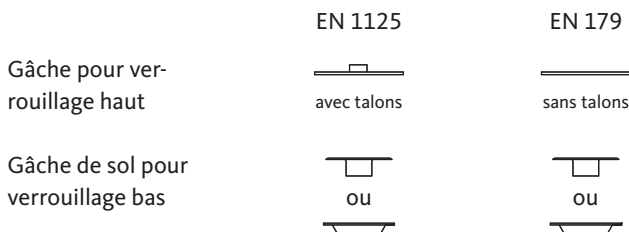

Fig. 2 : contours de gâche autorisés
- En raison des différentes constructions de l'huisserie, il est possible que la gâche ne puisse être livrée en usine. Il relève ici de la responsabilité de l'installateur de concevoir et d'installer, si nécessaire, une solution équivalente sur le plan technique en accord avec le fabricant de portes. Voir à cet effet les contours de gâche autorisés (Fig. 2) !
- Fixez les contre-pièces de verrouillage (gâches/plaques) dans l' huisserie, à savoir dans le vantail semi-fixe. Les pènes demi-tour/dormant doivent toujours pouvoir entrer librement et sans friction dans les contre-pièces de verrouillage. Adaptez si nécessaire les contours des contre-pièces de verrouillage à la situation de la porte (Fig. 2).